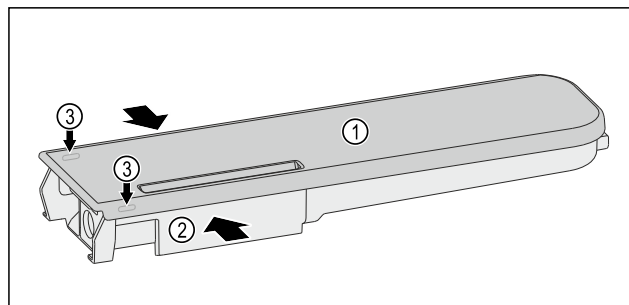

Fig. 173
- ▶ Ścisnąć zbiornik wody Fig. 173 (2), a pokrywę Fig. 173 (1) podnieść ostrożnie nad uchwyty zatrzaśkowe Fig. 173 (3) i pociągnąć w górę.
- Pokrywę przestawić delikatnie w przód i w tył Fig. 173 (1) i pociągnąć w górę.